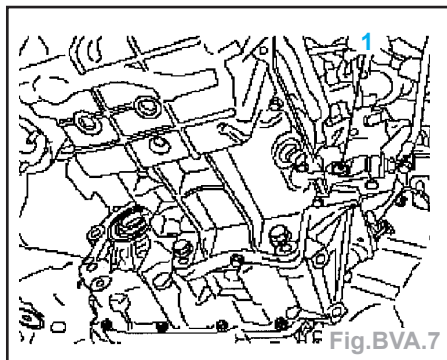

Fig. BVA.7
- Vidanger l'huile de boîte de vitesses ; vis de vidange d'huile (5).
- Déposer les 3 vis au niveau du convertisseur et du volant moteur (1) (Fig.BVA.7) .